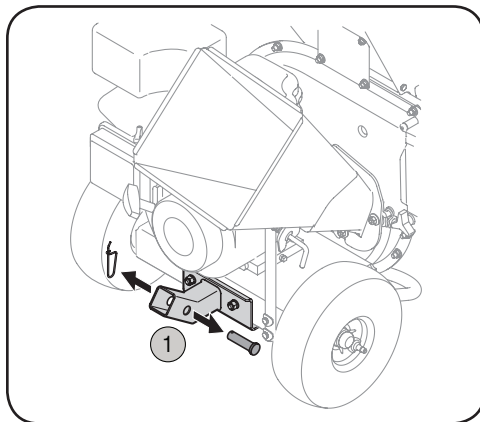

Figura 3-3
1. Saque el pasador de resorte y el pasador de horquilla del extremo del receptor de la barra de remolque. Vea la Figura 3-3.